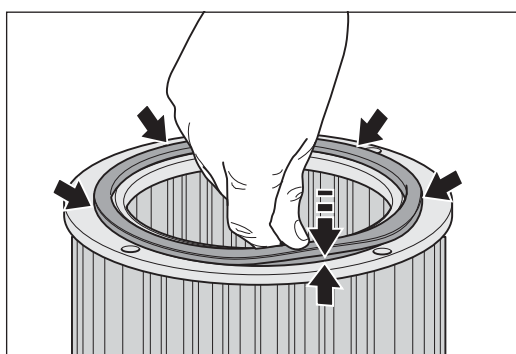

Abb. 74 Prüfung vor dem Einbau, ob auf beiden Seiten der Filterpatrone die Gummidichtung richtig in die Ringnut eingelegt ist.
- 1 Überprüfen Sie vor dem Einbau, ob auf beiden Seiten der Filterpatrone die Gummidichtung richtig in die Ringnut eingelegt ist (Abb. 74).